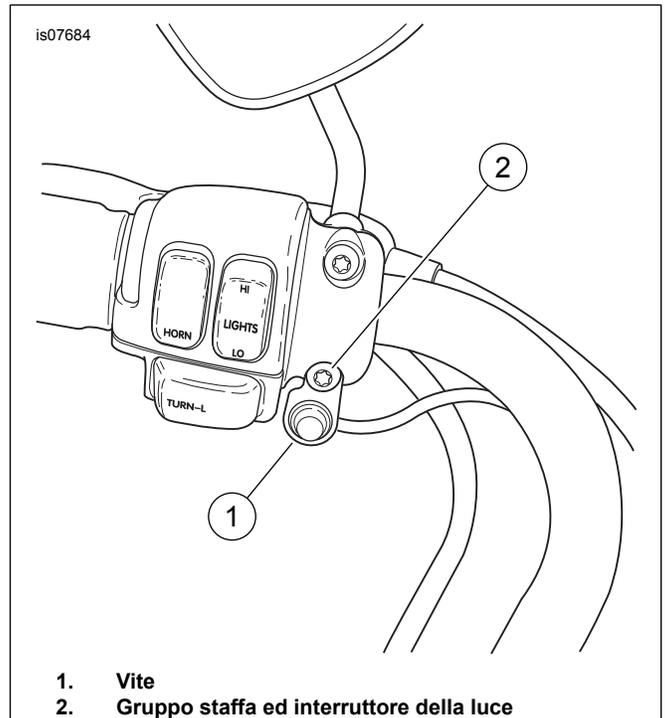

Figura 3. Installazione dell'interruttore della luce sul morsetto del comando della frizione
10. Vedere Figura 3. Rimuovere la vite inferiore (1) e la rondella dal morsetto del comando della frizione. Installare l'interruttore della luce e la staffa (2) usando la vite e la rondella. Serrare ad una coppia di 7-9 N·m (60-80 in-lbs).